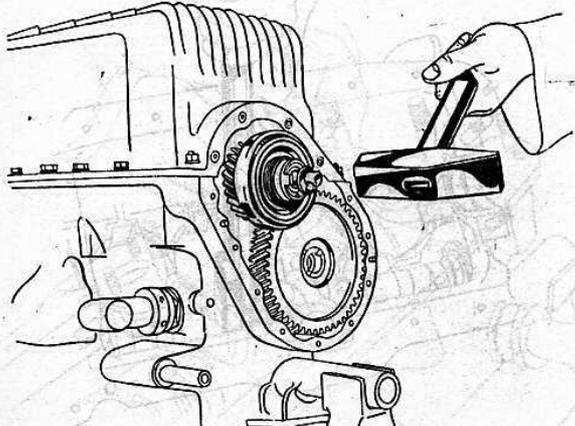

Bild 8
- 10. Befestigungsschraube für Riemenscheibe wieder aufsetzen und Kurbelwellenrad mittels Hammerschlag von der Kurbelwelle lösen (Bild 8) und abnehmen.